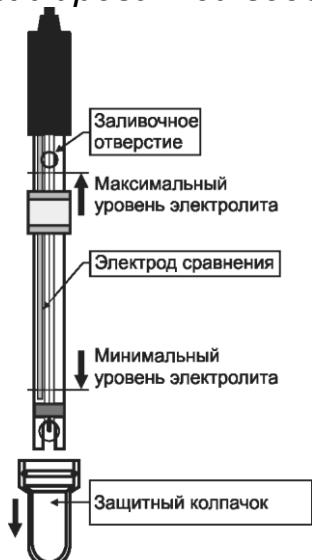
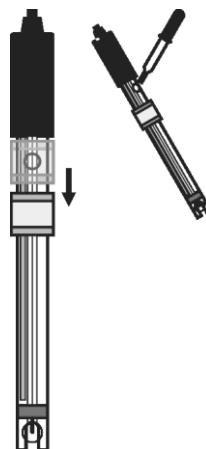

Рис. 1
Рис. 2
4.3 Проверить уровень электролита в электроде, он должен находиться в пределах, показанных на рис. 1. При необходимости в электрод следует долить раствор KCl с концентрацией 3 моль/дм³. Для этого нужно сдвинуть вниз защитный поясок, закрывающий заливочное отверстие и заполнить электрод электролитом до уровня заливочного отверстия (рис. 2).
5.3 Уровень электролита в электроде должен поддерживаться в пределах, показанных на рис. 1. При необходимости электролит следует доливать в электрод через заливочное отверстие.